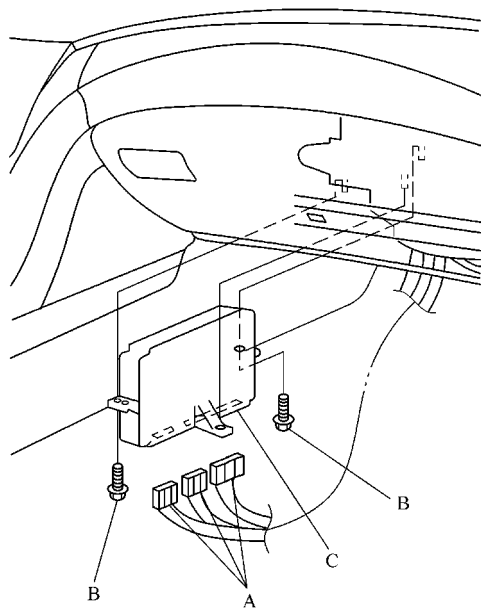

图 19-3 拆下气温控制单元
- 2) 断开连接器 A, 拆下螺栓 B 和气温控制单元 C, 如图 19-3 所示。